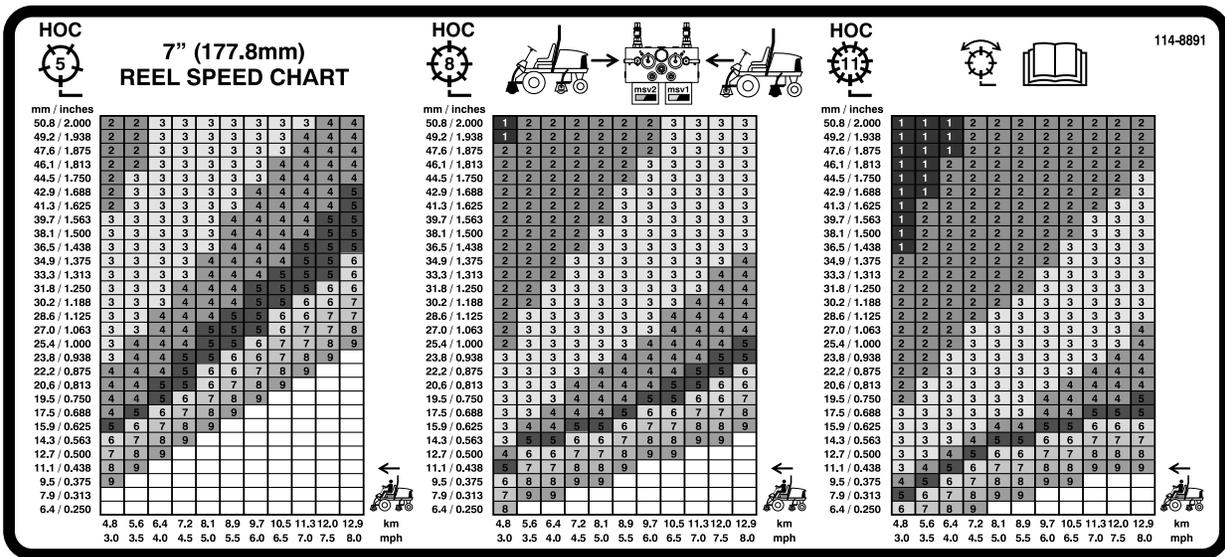
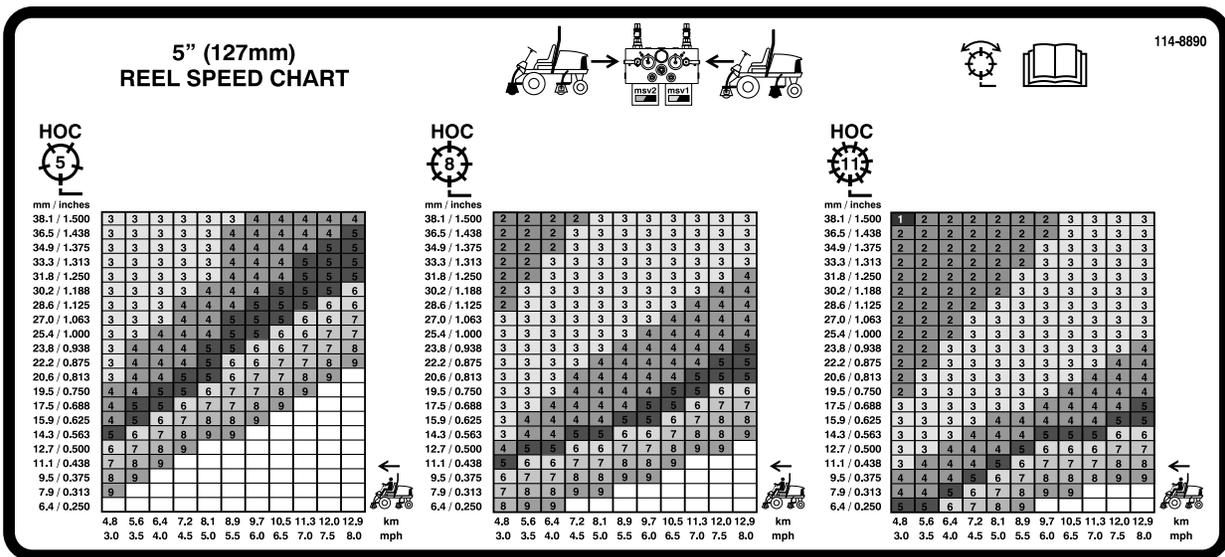

Figura 40
Figura 41
3. Usate lo schema opportuno sull'adesivo 110-0996 (Figura 40) per gli elementi di taglio da 7 poll. dei Reelmaster 5510 e 5610, o sull'adesivo 110-8923 (Figura 41) per gli elementi di taglio da 5 poll. dei Reelmaster 5210 e 5410 per determinare l'impostazione esatta della velocità dei cilindri.